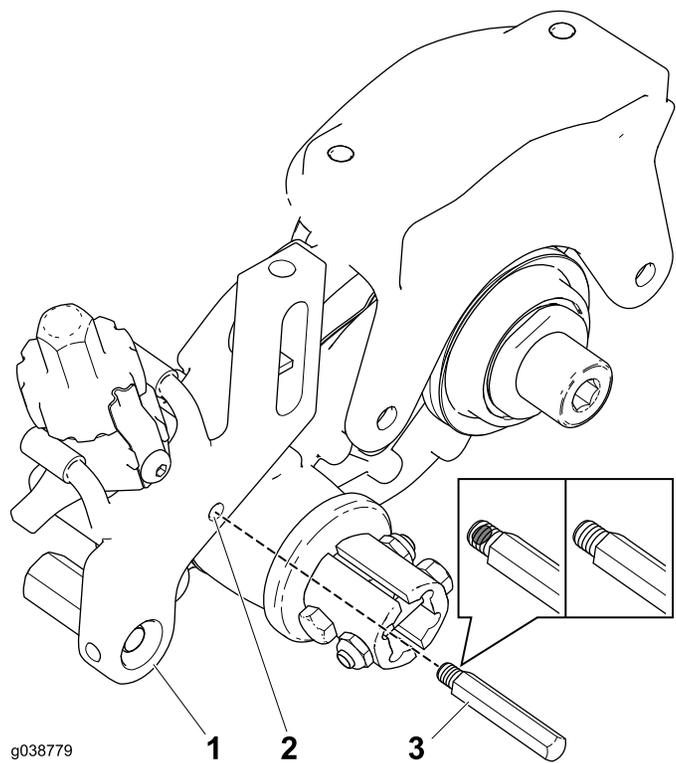

Figura 17
2. Fije el pasador del groomer al brazo de altura de corte (Figura 17).